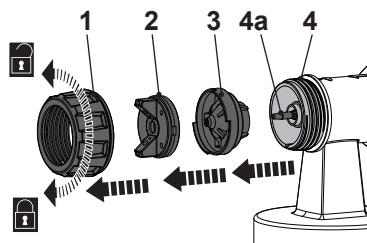

Fig. 3
- > Afloje la tuerca de unión (1) y retírela junto con el casquillo de aire (2) y la boquilla de pulverización (3) del cabezal de pulverización (4) (Fig. 3).
- > Align the spigot (3b) with the groove (4b) and carefully attach the spray nozzle (3) onto the spray head (4). Ensure the nozzle needle (4a) is not damaged.